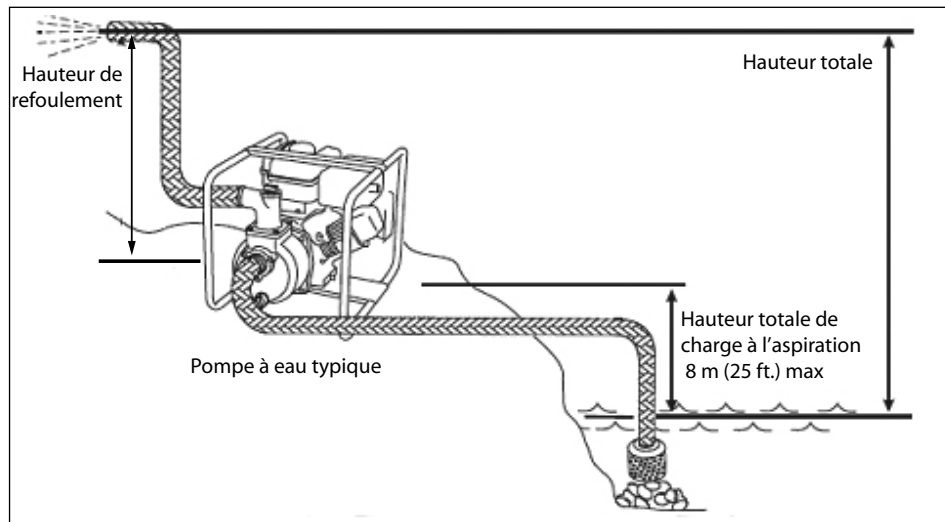

FIGURE 1
- EMPLACEMENT** : En cas d'installation permanente placer la pompe dans un endroit propre, sec et aéré. **La longueur de la conduite d'aspiration doit être réduite au minimum afin de permettre un débit maximum.** Conserver le conduit d'alimentation aussi court que possible permettra à la pompe de fonctionner à sa performance maximale et d'assurer que le carter ne devient pas surchauffé en raison de l'absence de l'eau (Figure 1).